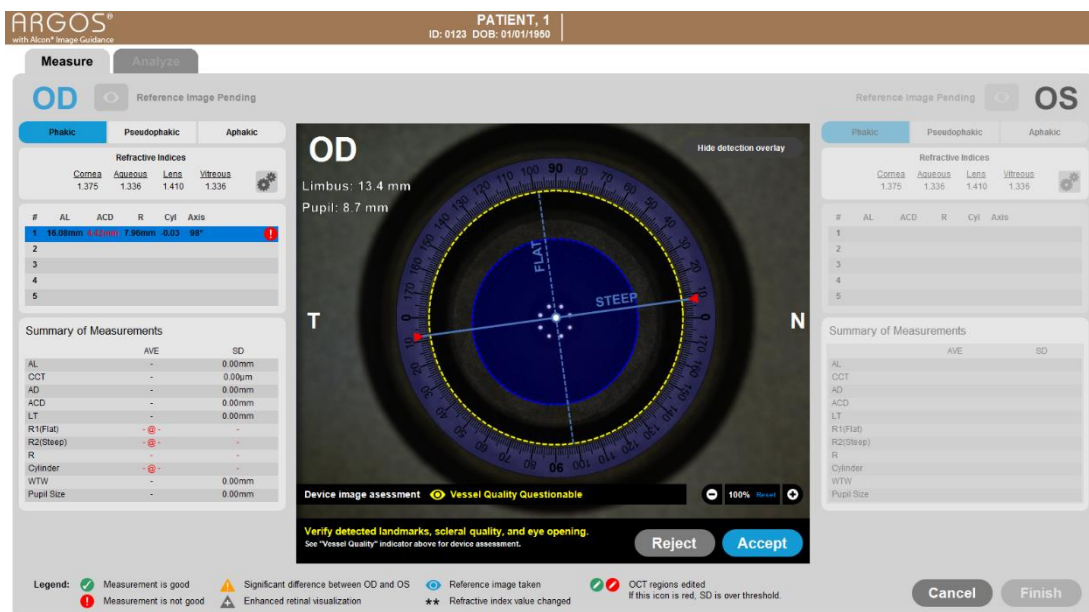
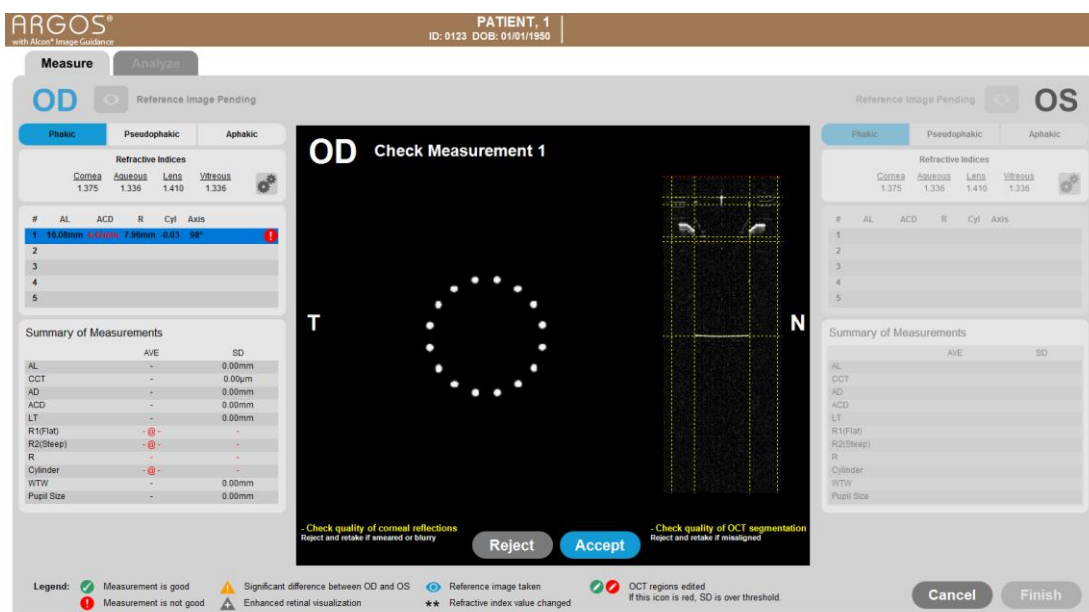

Рисунок 79 Контрольное изображение
Рисунок 80 Изображение ОКТ, проверка кератометрии
7. Рисунок 79)
Рисунок 79), пользователь оценивает его качество. На интерфейсе пользователя появляется различная информация, как показано на рис. 80. Рекомендуется проверить следующие пункты и щелкнуть «Принять», если все условия в норме. При получении неудовлетворительного результата повторите измерение. См. инструкции в таблице 0, ниже.